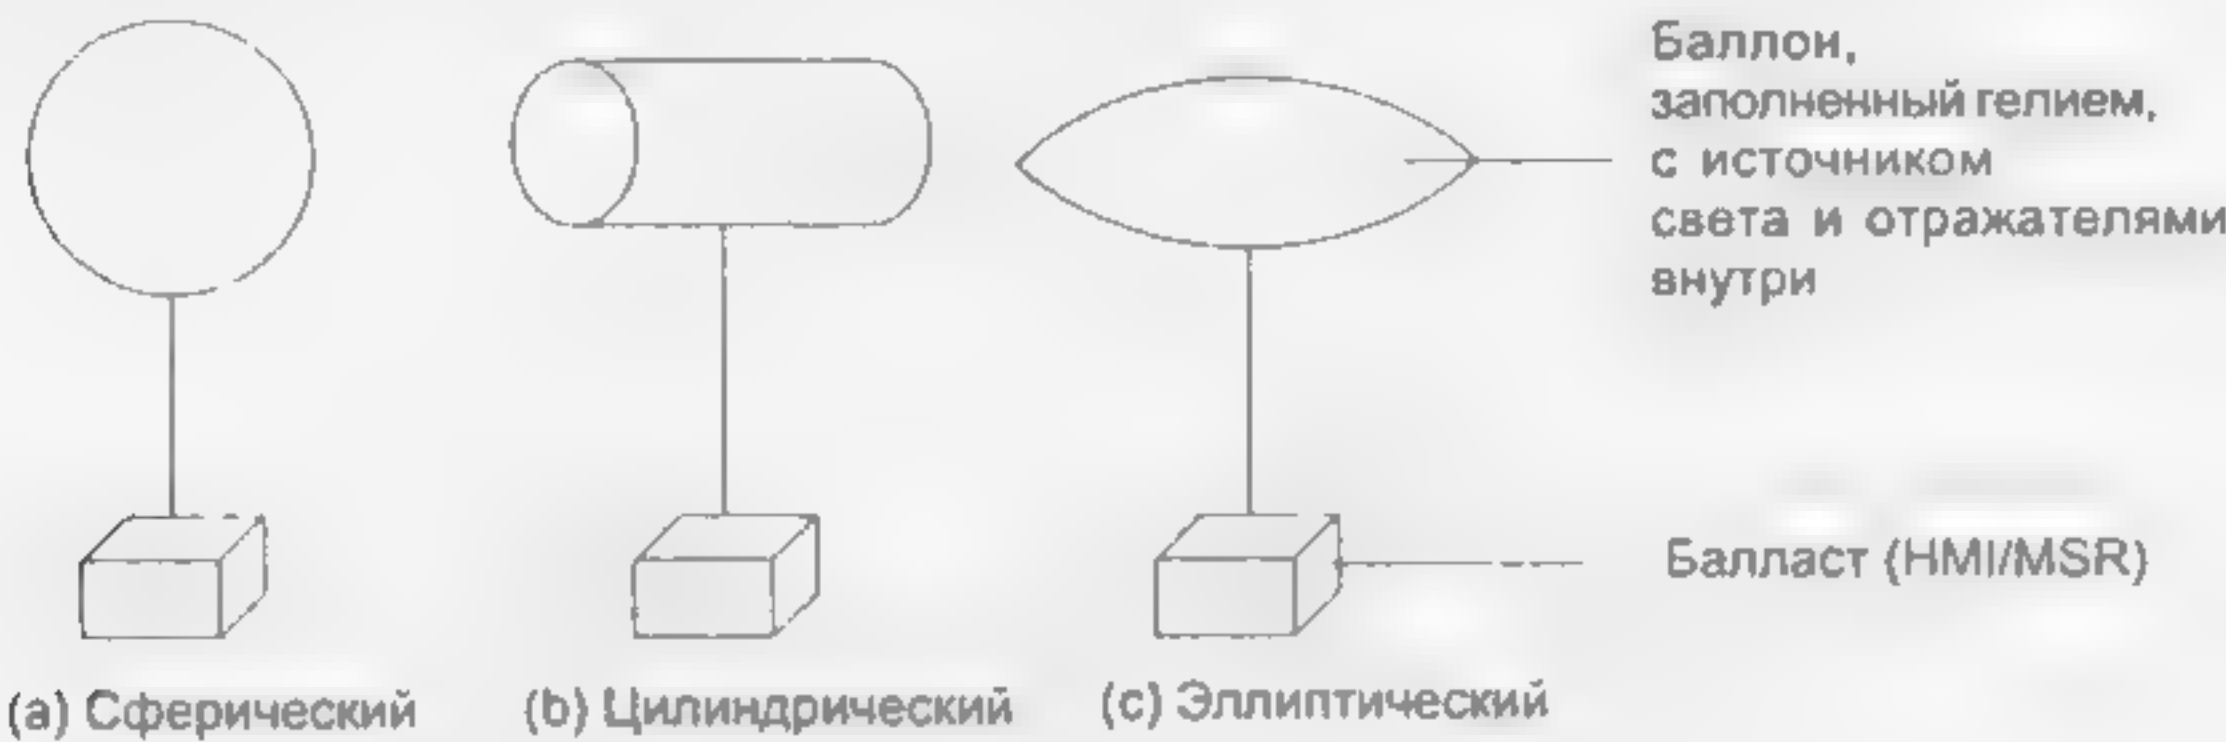

Рис. 9.36 «Баллонный» свет. Основные принципы
**«Баллонный» светильник** использует источник света, подвешенный внутри заполненного гелием баллона. Баллонная оболочка сделана из белого прозрачного материала, который рассеивает свет от источника. Она может быть оснащена вольфрамовой галогенной лампой, или разрядными источниками (HMI/MSR), или комбинацией обоих. В последнем случае балласт подсоединен к внешней стороне баллона, сам находясь на земле. Рисунок 9.36 иллюстрирует основной принцип, а таблица 9.4 показывает диапазон выпускаемой продукции и основные фотометрические данные.